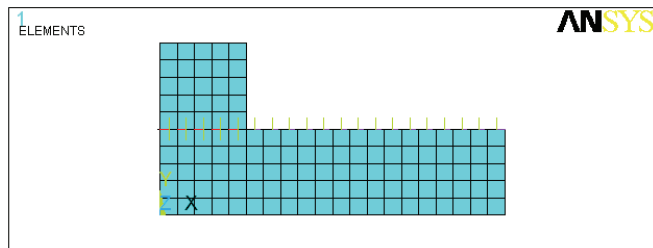

图 4-86 生成的有限元模型结果显示
16) 选择 Utility Menu | Plot | Elements 命令，ANSYS 显示窗口将显示所生成的有限元模型，如图 4-86 所示。